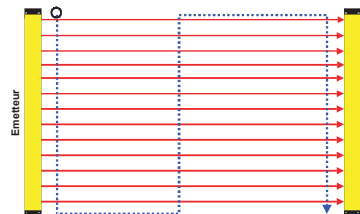

Figure 12 : Tester correctement le champ de protection à l'aide de la tige test
7. Contrôler le fonctionnement de la barrière photoélectrique GuardShield Safe 4 à l'aide de la tige test (Figure 12). L'introduction de cette tige en tout point du champ de protection doit entraîner inévitablement son interruption (la LED rouge du récepteur s'allume).
6. Vérifier le bon fonctionnement de la barrière électrique à l'aide de la tige test (Figure 12). L'introduction de cette tige en tout point du champ de protection doit inévitablement entraîner son interruption (la LED rouge du récepteur s'allume).
Après installation et alignement de la barrière photoélectrique GuardShield Safe 4, tester le champ de protection à l'aide de la tige test, en fonction de la résolution (14 ou 30 mm), selon la Figure 12.